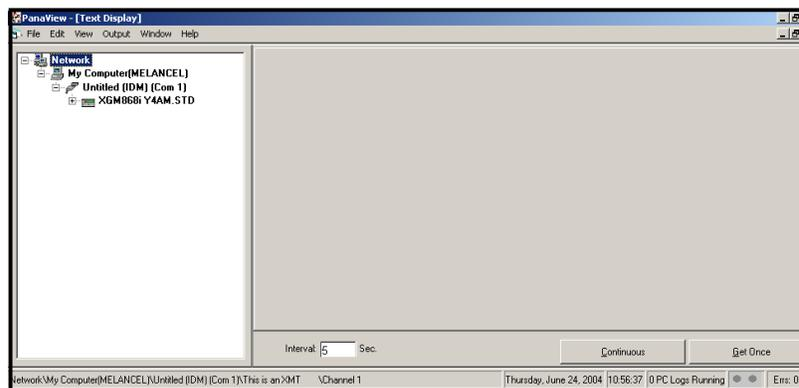

Figure 19 : La fenêtre d'affichage de texte
2. En utilisant le menu Fenêtre, comme décrit dans le *Manuel de l'utilisateur PanaView*, disposez les fenêtres ouvertes dans le format souhaité. Pour cette description, la Figure 19 montre la fenêtre Affichage de texte dans sa taille maximisée (plein écran).
5. Avant que les valeurs de données réelles puissent être affichées dans le volet Texte, activez l'un des modes de collecte de données suivants (voir Figure 19 à la page 49) :